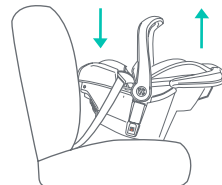
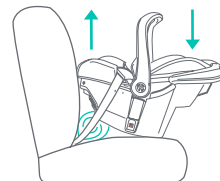

Fig. 52-2
Fig. 52-3
- Si la línea del indicador de ángulo de la silla no está nivelada, la Silla de Seguridad está **demasiado vertical** o **demasiado inclinada**. Si la Silla de Seguridad está demasiado inclinada, ajuste la silla como se muestra en (Fig. 52-2), hasta que el indicador de nivel muestre el **nivel**. Si la Silla de Seguridad está demasiado vertical, coloque una toalla bien enrollada o un flotador de piscina debajo del extremo inferior de la Silla de Seguridad hasta que el indicador de nivel muestre el nivel (Fig. 52-3). Vuelva a apretar el cinturón de seguridad del vehículo como se indica en la sección **Cómo asegurar la Silla de Seguridad o la base en el vehículo**.